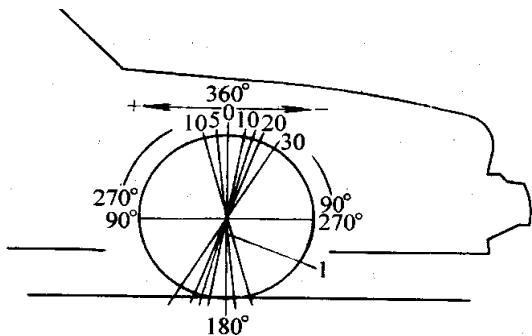

图 1-3 主销后倾角
**1 主销后倾角：**主销后倾角是从车辆侧面观察，转向轴最高点偏离垂直方向的倾角，如图 1-3 所示。顶点向后的倾角为正 (+)，而向前的倾角为负 (-)。主销后倾影响转向机构的方向控制，但不影响轮胎磨损。若一个车轮较其他车轮的正主销后倾角大，会使该车轮朝车辆中心线行驶，车辆将向正主销后倾角最小的一侧偏向行驶。